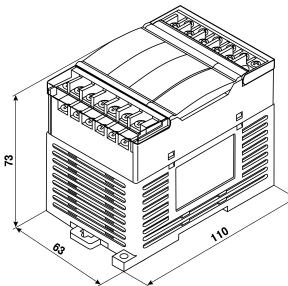
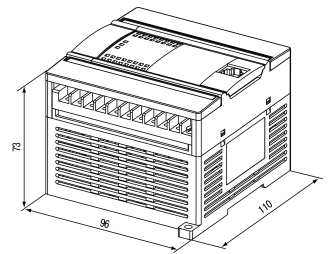

Рисунок 1 – Габаритный чертеж ПР110-х.8х.4х
Рисунок 2 – Габаритный чертеж ПР110-х.12х.8х
1. Убедиться в наличии свободного пространства для подключения прибора и прокладки проводов (см. рисунок 1 и рисунок 2).